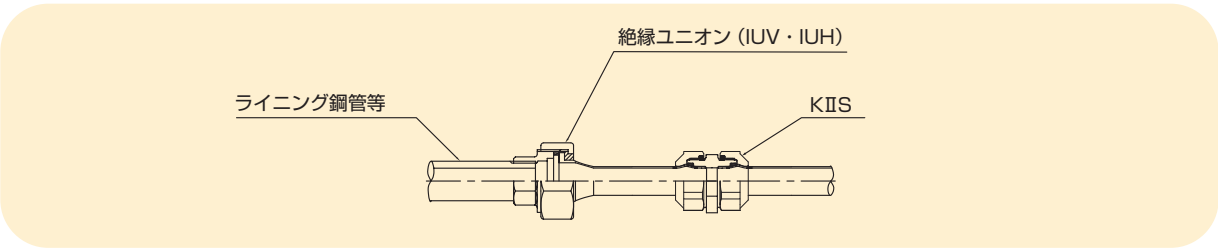

図2-10-2 絶縁ユニオンによる接合
- 小径の13～25Suに関しては、硬質塩化ビニルライニング鋼管用及び耐熱性硬質塩化ビニルライニング鋼管用の絶縁ユニオンをお使いください。ユニオンナットに絶縁座を設けてあります。（図2-10-2）